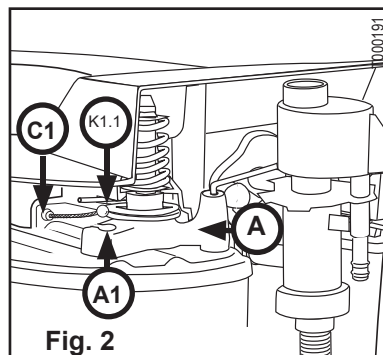
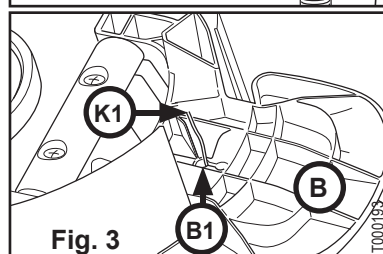

Fig. 2
Fig. 3
2. Using Needle Nose Pliers,remove K1.1 from A1. (Fig. 2).
3. Pull to completely remove K1; discard OLD K1. (Fig.3)
5. Using pliers,remove K1.1 from B1. (Fig. 2).
1. Feed K1 into C1 (Fig. 2) until K1 can feed through B1 (Fig. 3).
2. Use Phillips Head Screwdriver to push K1.1 into A1 until it locks into place (Fig. 2).
4. Lift B to slide K1 through B1 (Fig. 3). Release B.
2. À l'aide d'une pince à bec fin, retirez **K1.1** de **A1**. (Fig. 2).
3. Tirez pour enlever complètement **K1**; jetez l'ANCIEN câble **K1**. (Fig.3)
5. Avec des pinces, retirez **K1.1** de **B1**. (Fig. 2).
1. Enfilez **K1** dans **C1** (Fig. 2) jusqu'à ce que **K1** puisse s'enfiler dans **B1** (Fig. 3).
2. Utilisez un tournevis cruciforme pour pousser **K1.1** dans **A1** jusqu'à ce qu'il se bloque en place (Fig. 2).
4. Soulevez **B** pour glisser **K1** dans **B1** (Fig. 3). Relâchez **B**.